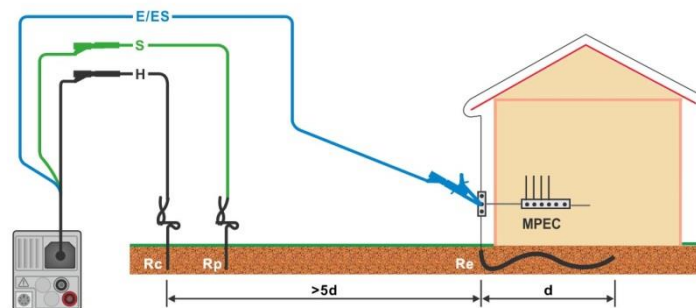

Abbildung 7.49: Widerstand zu Erde, Messung der Haupterdung der Anlage
- Schließen Sie die Prüfleitungen am Prüfobjekt an., siehe **Abbildung 7.49**